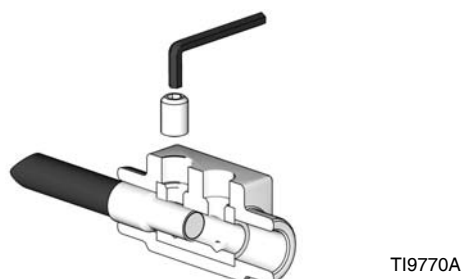
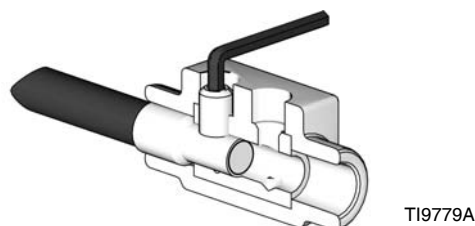

FIG. 8: insertion du câble et de la vis sans tête
FIG. 9: serrage au couple de la vis sans tête
- a. Introduire un câble du flexible chauffé dans le connecteur. S'assurer que la virole est cintrée dans l'insert du connecteur. Voir FIG. 8.
- c. Introduire le câble restant de l'association dans le connecteur ; s'assurer que la profondeur d'insertion est correcte. Visser la vis sans tête et serrer à un couple de 6,78 N•m (60 po.-lb) ; consulter l'étape décrite dans le paragraphe B. Consulter les FIG. 8 et FIG. 9.